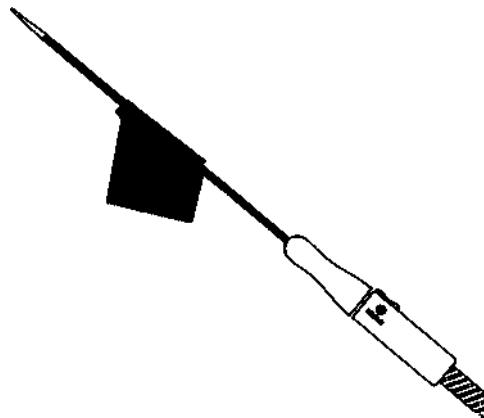

Рис. 4 Активация гидрофильного покрытия
- ◆ При помощи марлевой салфетки, смоченной физиологическим раствором, протрите внешний интродьюсер и активируйте внешнее гидрофильное покрытие. (рис. 4)